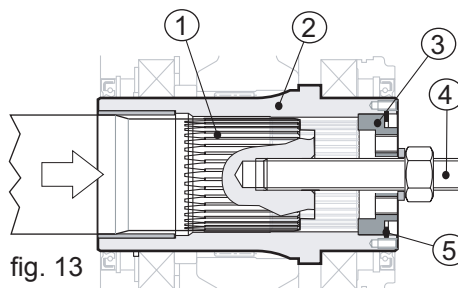

fig. 13
Alinear lo más exactamente posible el eje hembra del reductor (pos. 2) con el eje macho de la máquina (pos. 1) y acoplar los dos ejes tras alinear los dientes. El acoplamiento se ha de efectuar sin forzar excesivamente los componentes. El eje de la máquina tiene que estar contra la placa de fondo (pos. 3) por montar; para esta operación, usar una barra roscada (pos. 4) con dimensiones adecuadas. Luego, introducir en sus alojamientos primero la placa de fondo (pos. 3) y el anillo Seeger para internos (pos. 5) que bloquea la placa de fondo (pos. 3); a continuación, enroscar la tuerca de la barra roscada para poner en contacto el eje de la máquina (véase fig. 13).